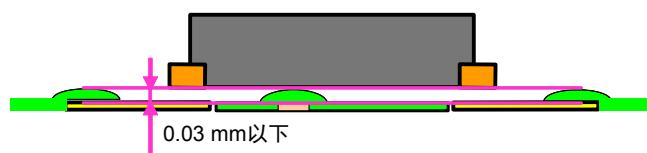

图16
2. 如需在封装下面进行布线时,线路上的阻焊膜等的厚度(从焊盘模式表面起)请控制在0.03 mm以下。请参阅图16。